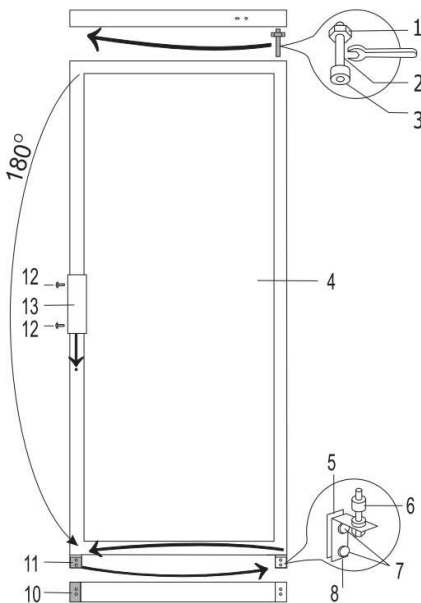

Afb. 8
Flessenkoelkast 700272 (Afb. 8)
1. Verwijder de afsluitklepjes (c) van de behuizing en de binnenkant van de deur, verwijder de bovenste steun (6) samen met de beschermringen en de kunststof dichting onder de houder.
3. Demonteer de onderste beschermlijst (1).
4. Draai de draagpin (2) uit de onderste steun (7). Draai hem samen met alle beschermringetjes op de tegenoverliggende steun (7), symmetrisch ten opzichte van zijn eerdere positie (Afb. 8).
5. Plaats de deur op de draagpin (2) van de steun (7).
6. Draai de steun (6) met de draagpin, alle beschermringetjes en de kunststof dichting 180°. Draai de draagpin samen met de beschermringetjes los en schroef hem vervolgens vast op de andere kant van de steun. Plaats de steun (6) in de deur van de koelkast en schroef hem vast in de openingen aan de andere kant van de koelkast.
9. Verwijder de bedekking (**10**) van het onderscherm (**1**) en plaats hem in de geleider aan de andere kant van het onderscherm (**1**) (symmetrisch ten opzichte van zijn eerdere positie). Plaats het linker- en rechterpootje van het onderscherm (**1**) in de openingen (**Afb. 8**) en schuif het scherm op zijn plaats totdat het vastklikt.